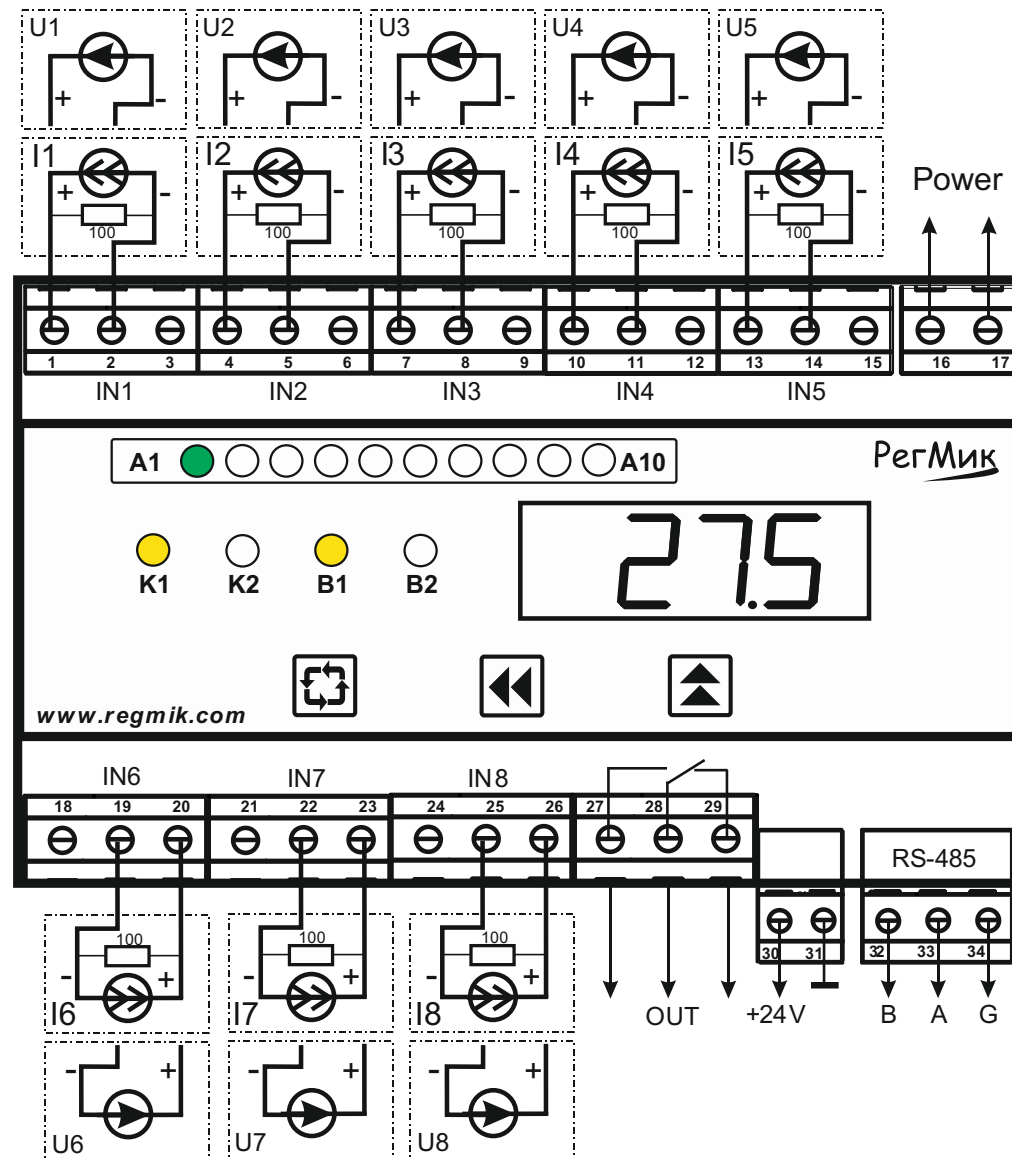

Рисунок 6.2 – Схема підключення датчиків інтерфейсу АТ, АН, RS-485 і джерела живлення
- Підключіть до приладу замість ТО магазин опору типу МСР-63 або аналогічний з класом точності не гірше 0,05 (див. рисунок 6.2). Опір проводів в лінії має дорівнювати один одному і не перевищувати значення 15 Ом. Встановіть на магазині опору значення 100,00 Ом.